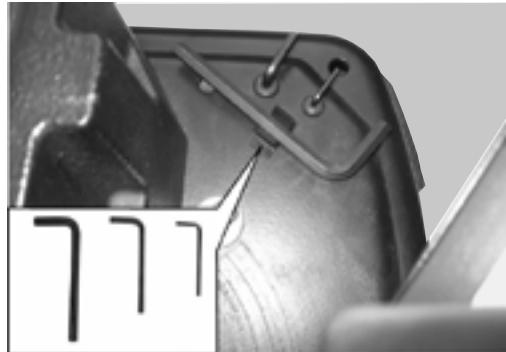
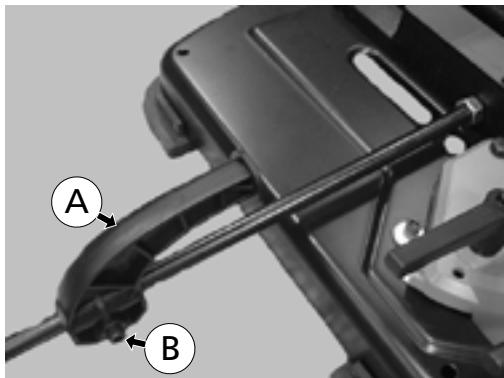

Abb. 26
Abb. 27
Es werden drei Inbusschlüssel (Abb. 26) für die verschiedenen Einstellungen an der Bandsäge mitgeliefert.
Die Endanschlag (A) erlaubt eine Einstellung der Schnittlänge, sodass mehrere Schnitte mit der gleichen Länge durchgeführt werden können. Um die Endanschlag zu verschieben, die Schraube mit dem Sechskantkopf (B) (siehe Abb. 27) mit dem entsprechenden Inbusschlüssel an der Rückseite des Bandsägesockels lockern (siehe Abb. 26).
Elemente auf Abb. 27 -